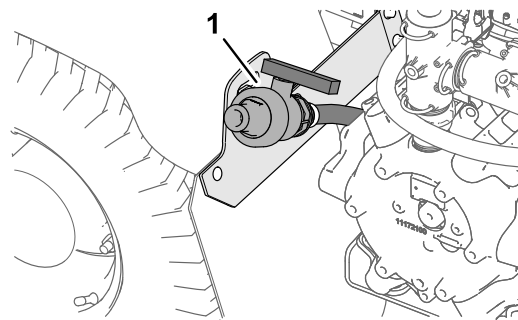

Рисунок 37
2. Найдите сливной клапан бака на левом заднем крыле машины (Рисунок 37).